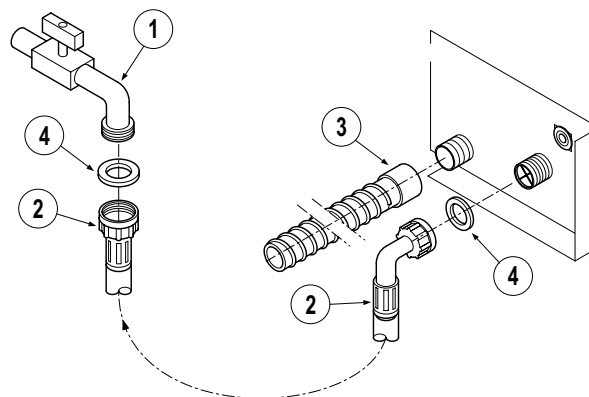

FIG. 3
- Inserire nelle due ghiera filettate del tubo di carico acqua (fig. 3 rif. 2) le guarnizioni di tenuta (Fig. 3 rif. 4);
- nello stesso modo, avvitare l'altra ghiera filettata al rubinetto (fig. 3 rif. 1) di alimentazione acqua.
Per il collegamento del tubo di scarico è opportuno prevedere che questo avvenga direttamente in sifone aperto. Fissare quindi il tubo di scarico (fig. 3 rif. 3) dell'acqua nell'apposita
- il tubo di scarico (fig. 3 rif. 3) sia flessibile;
- insert the seal washers (fig. 3 Part 4) into the two threaded nuts of the water supply pipe (fig. 3 Part 2);
- tighten the other threaded nut on the water supply stopcock (fig. 3 Part 1).
Then fix the water discharge pipe (fig. 3 Part 3) in the relevant seat on the rear part of the appliance, checking that:
- the discharge pipe (fig. 3 Part 3) is flexible;
- Installer dans les deux bagues du tube d'alimentation de l'eau (fig. 3, réf. 2) les joints d'étanchéité (fig. 3, réf. 4) ;
- De même, visser l'autre bague filetée sur le robinet (fig. 3, réf. 1) d'alimentation de l'eau.
Fixer donc le tube d'écoulement (fig. 3, réf. 3) de l'eau dans le siège correspondant prévu à l'arrière de l'appareil, en vérifiant que :
- Le tube d'écoulement (fig. 3, réf. 3) est flexible ;
- Setzen Sie die Dichtungen (Abb. 3 Pos. 4) in die Nutmutter der Wasser-Versorgungsleitung (Abb. 3 Pos. 2);
- Auf die selbe Art schrauben Sie die andere Nutmutter auf den Wasserhahn (Abb. 3 Pos. 3) zur Wasserversorgung.
Befestigen Sie die Abflussleitung (Abb. 3 Pos. 3) des Wassers in ihrem auf der Geräterückseite befindlichen Sitz. Stellen Sie sicher, dass:
- die Abflussleitung (Abb. 3 Pos. 3) flexibel ist;
- Introducir en los dos casquillos roscados del tubo de carga agua (fig. 3 ref. 2) las guarniciones estancas (fig. 3 ref. 4);
- de la misma manera, enroscar el otro casquillo roscado al grifo (fig. 3 ref. 1) de alimentación agua.
Luego fijar el tubo de descarga (fig. 3 ref. 3) del agua en la sede prevista al efecto en la parte posterior del aparato verificando que:
- el tubo de descarga (fig. 3 ref. 3) sea flexible;